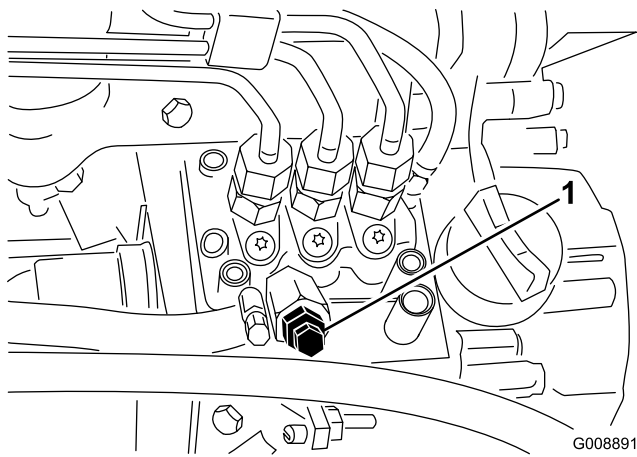

Figura 23
3. Desaperte o parafuso de purga que se encontra na bomba de injeção de combustível (Figura 23).